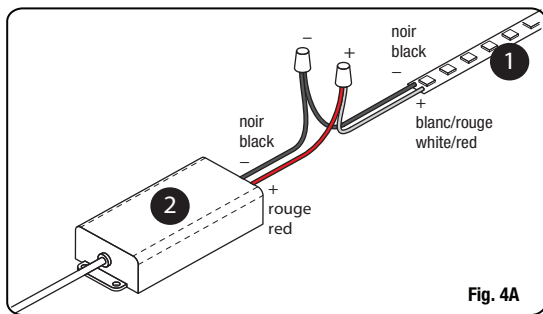
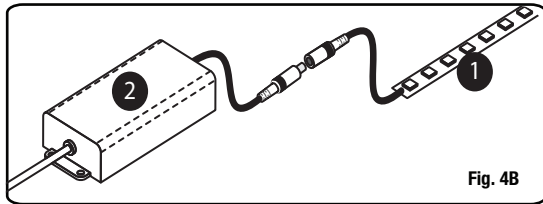
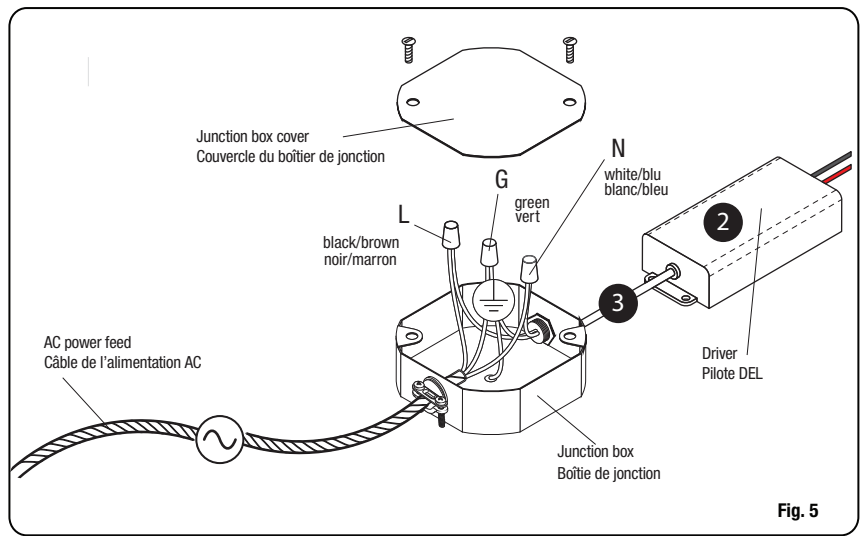

Fig. 4A
Fig. 4B
Fig. 5
3. Make electrical connections (Fig. 4A, Fig. 4B, Fig. 5, Fig. 6).
3. Effectuer les raccordements électriques (Fig. 4A, Fig. 4B, Fig. 5, Fig. 6).
HARDWIRE CONNECTION (Fig. 4A).
PLUG-IN CONNECTION WITH DC PLUG (Fig. 4B).
LINE VOLTAGE CONNECTION (Fig. 5).
CONNEXION À RACCORDEMENT FIXE (Fig. 4A).
BRANCHEMENT DIRECT AVEC FICHE DC (Fig. 4B).
CONNEXION À LA TENSION DE LIGNE / LINE VOLTAGE CONNECTION (Fig. 5).